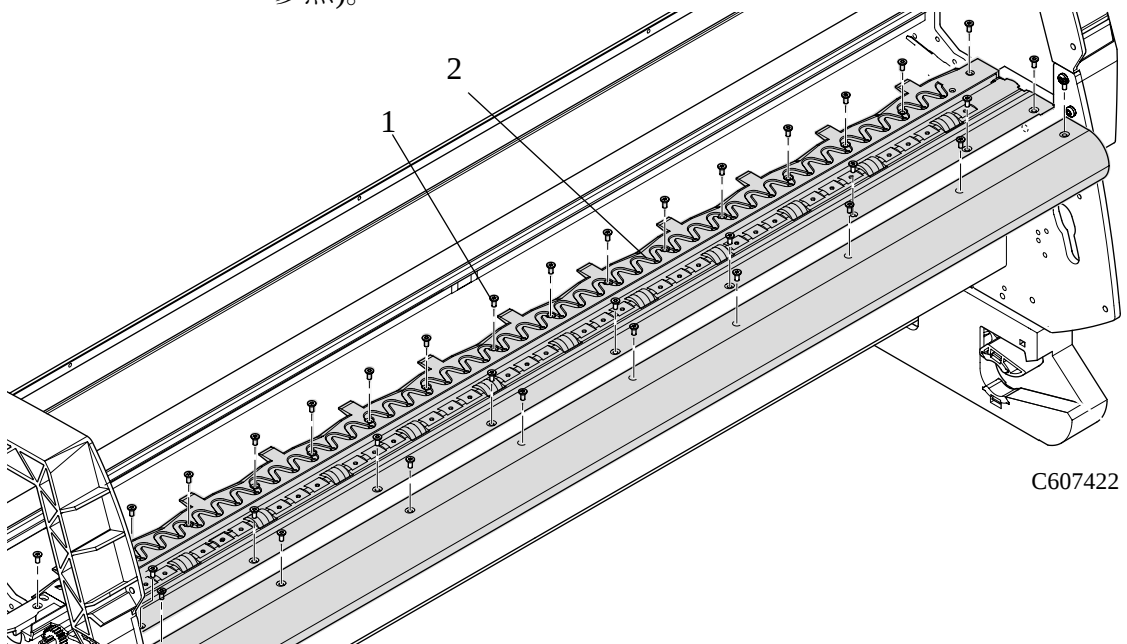

図 68 : プラテン アッセンブリ
- 2 プラテン アッセンブリ (部品2) から29本のT-10のネジ (部品1) を外し、プラテン アッセンブリを取り外します (図68 参照)。